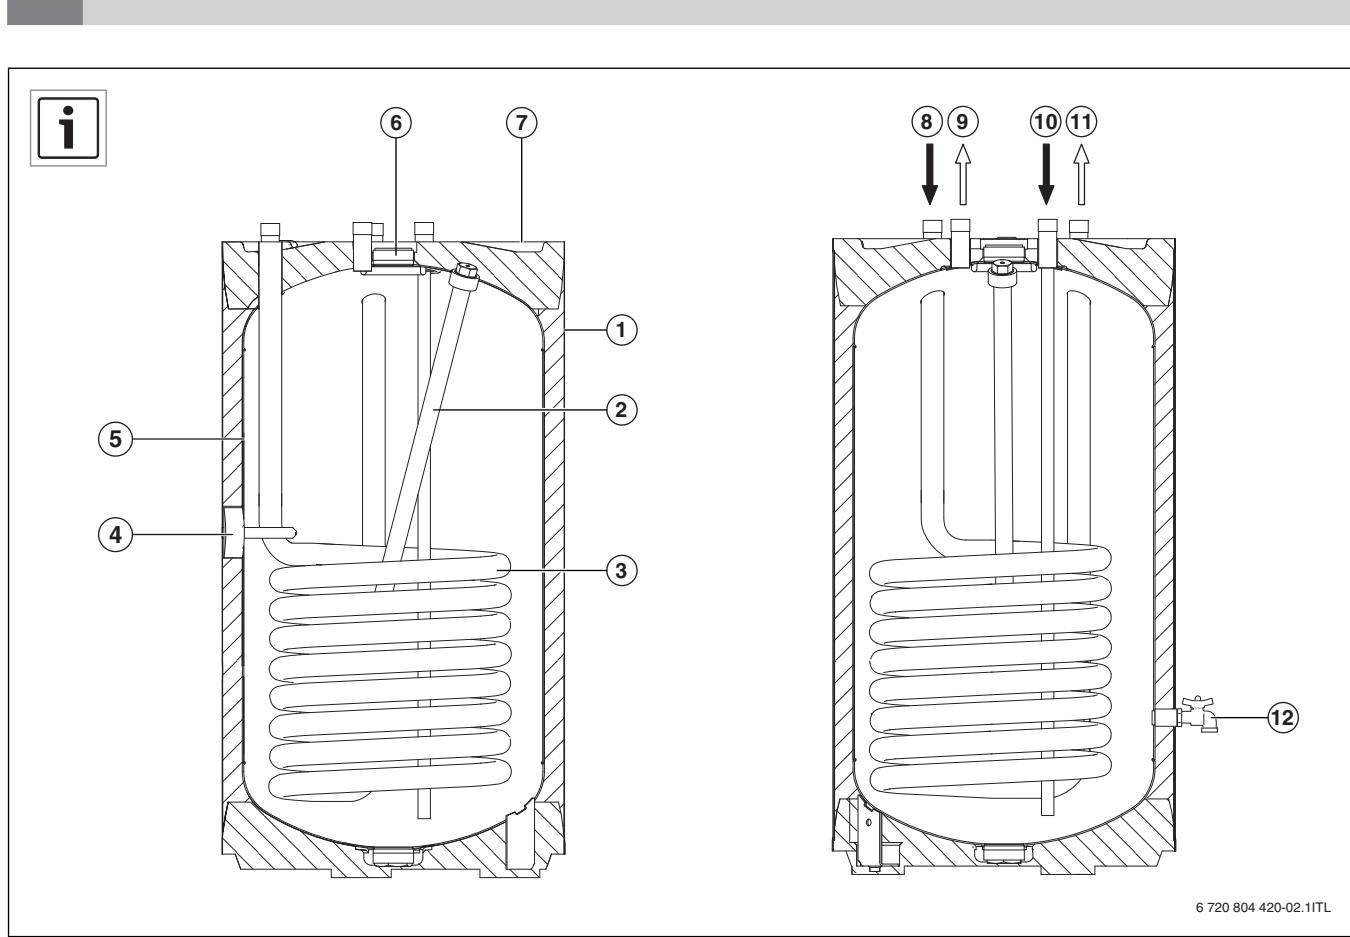

Fig. 3
- ▶ Ouvrir le robinet de vidange (→ fig. 3 [12], page 66).